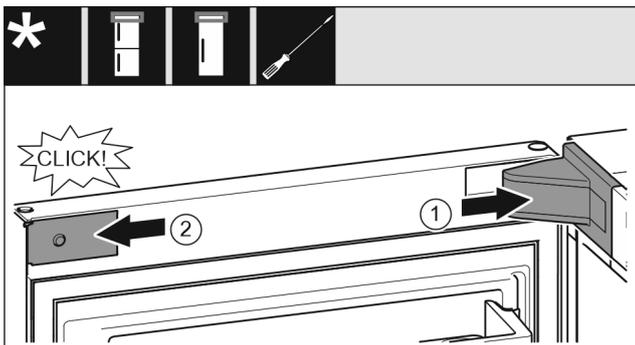

Fig. 27
- Установите и зафиксируйте крышку опорного кронштейна Fig. 27 (1), при необходимости осторожно разожмите ее.
- Установите накладку Fig. 27 (2) сбоку и зафиксируйте.